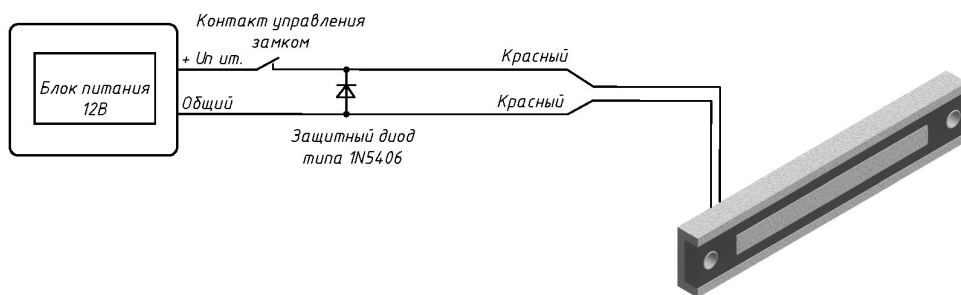

Рисунок 5 – Схема подключения замка AL-250FT-12
5.5 Проверить работоспособность замка, подключив его согласно схеме (рисунок 5 или 6).